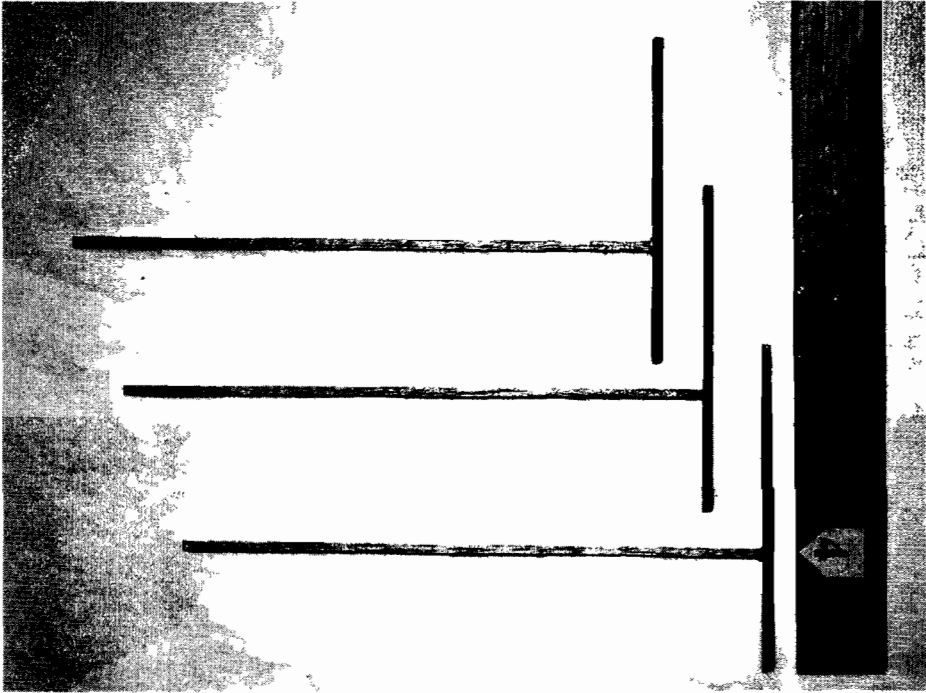

Рис. 1.13. Каждая из трех опор из дерева бальза в сборе
3. Соберите бальзовые опоры (рис. 1.13). Пометьте верхушку каждой полоски длиной 11 см, чтобы вам легче было ориентироваться, где верх, и поставьте отметку на расстоянии 4 см от нижней точки. Экономно используя суперклей, приклейте три вертикальных пластинки 11 см к горизонтальным пластинкам 20 см, как это показано на рис. 1.13. На рисунке срезанные края пластинок длиной 20 см приклеены под прямым углом на отметках 4 см к вертикальным пластинкам.